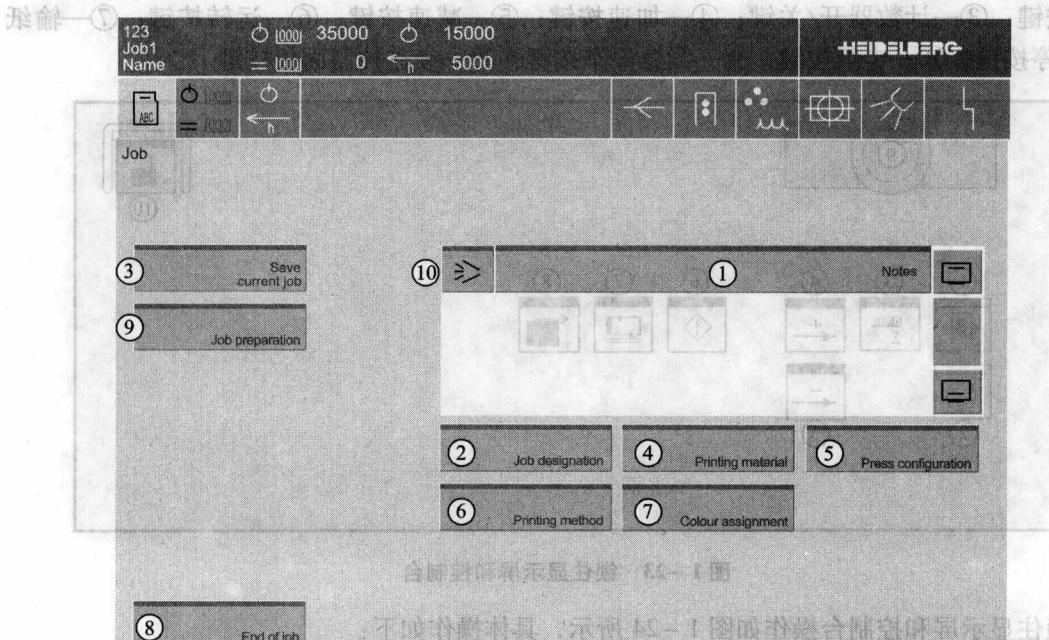

图 1-26 工作菜单的操作
工作菜单的操作如图 1-26 所示，各按键的功能：①—注意事项解释键；②—工作设计键；③—存储当前工作键；④—印刷材料参数键；⑤—印刷机的配置键；⑥—印刷方式键；⑦—颜色分配键；⑧—结束生产键；⑨—工作（印刷）准备；⑩—印刷图像预览。